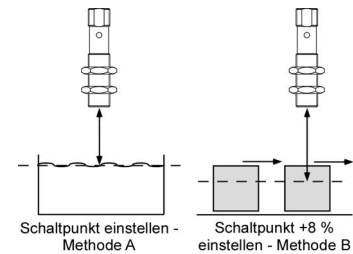

Abb. 3: Einstellung des Schaltpunktes bei unterschiedlicher Bewegungsrichtung des Objekts
- In der Teach-in-Prozedur »Schalt- punkt einstellen - Methode A« lernt der Sensor die tatsächliche Entfernung zum Objekt als Schalt- punkt. Bei einer Bewegung des Objekts auf den Sensor zu, z.B. bei einer Füllstandmessung, ist so die eingelernte Entfernung das Niveau, bei dem der Sensor schalten soll, siehe Abbildung 3.
- Für die Abtastung von Objekten, die seitlich in das Schallfeld eintre- ten, sollte die Teach-in-Prozedur »Schalt- punkt +8 % einstellen - Methode B« gewählt werden. Es wird ein um 8 % größerer Schalt- punkt als die tatsächliche Entfern- ung zum Objekt eingestellt. Dies stellt auch bei geringfügigen Höhen- schwankungen der Objekte einen stabilen Schalt- punkt sicher, siehe Abbildung 3.